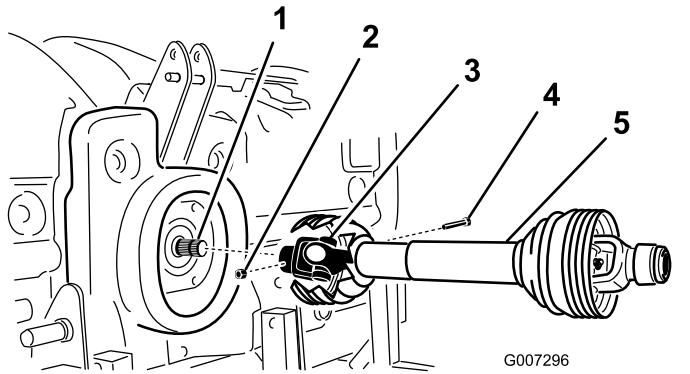

Рисунок 11
2. Подсоедините карданный вал ВОМ к первичному валу редуктора машины (Рисунок 11) с помощью болта ($\frac{1}{2} \times 3,00$ дюйма) и гайки ($\frac{1}{2}$ дюйма).